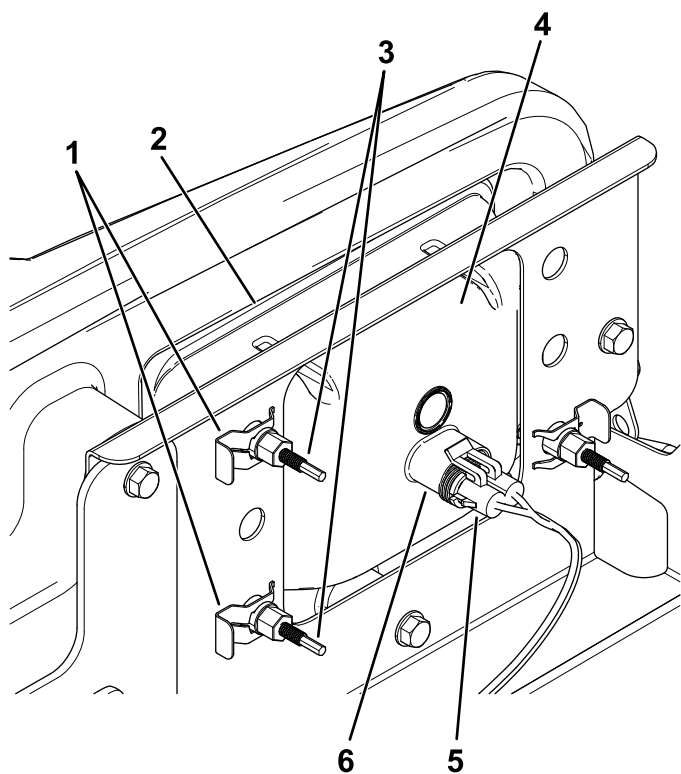

Bild 47
3. Schließen Sie den elektrischen Anschluss für den Kabelbaum vom Lampenanschluss ab (Bild 47).
- Entfernen Sie die Schellen, mit denen der Scheinwerfer an der Scheinwerferhalterung befestigt ist (Bild 47).
- Schieben Sie den Scheinwerfer nach vorne durch die Öffnung in der vorderen Stoßstange und entfernen Sie ihn (Bild 47).
- Setzen Sie den neuen Scheinwerfer durch die Öffnung in der Stoßstange ein (Bild 47).
- Schließen Sie den elektrischen Anschluss für den Kabelbaum am Lampenanschluss an (Bild 47).
- Drehen Sie die Einstellschrauben an der Rückseite des Scheinwerfers (Bild 47), um den Scheinwerfer zu drehen und den Scheinwerferstrahl einzustellen.